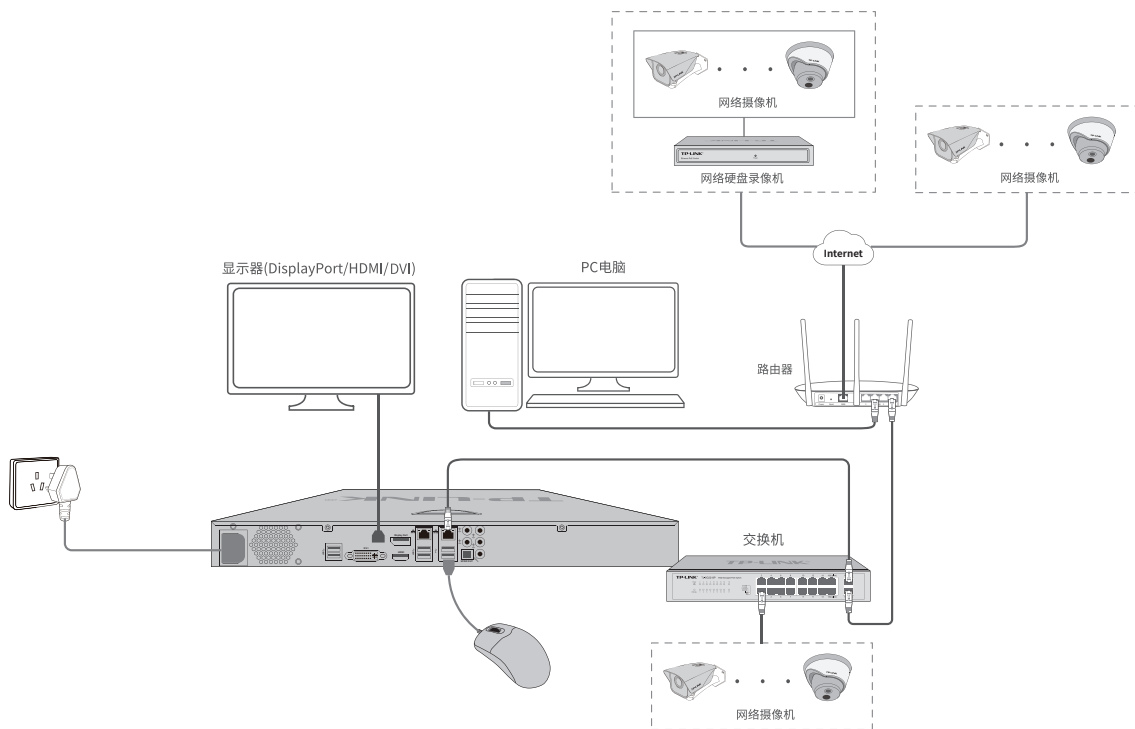

图3-1 设备连接示意图
本产品是一款利用网络特性，具备集中式管理、流媒体转发的视频管理服务器，通过使用PC电脑本地配置管理多个设备或者通过网络远程配置管理多个设备，可参考图3-1连接设备。
1. 确保服务器已正确连接到PC电脑、显示器、鼠标及其它设备，根据需求，选择合适的连接方式，可参考图3-1。